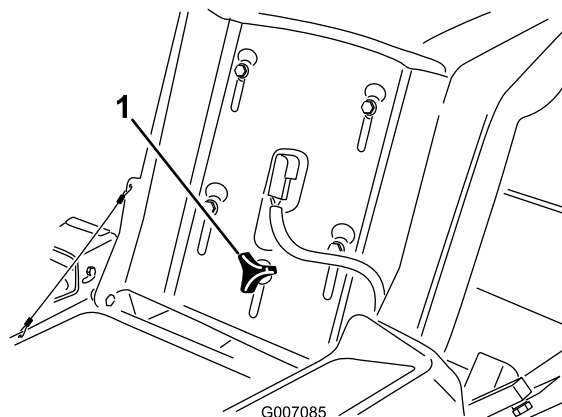

Bild 19
1. Klappen Sie den Sitz hoch und lösen Sie die Einstellhandräder etwas, um den Sitz zu bewegen (Bild 19).